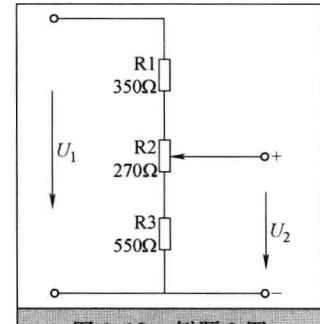

图 1-10 例题 9 图
**例题 9** 图 1-10 中， $270\Omega$  的电位器（可变电阻）两边分别与  $350\Omega$  及  $550\Omega$  的电阻串联，组成一个分压电路，该串联电路的输入电压  $U_1 = 12V$ ，试计算输出电压  $U_2$  的变化范围。